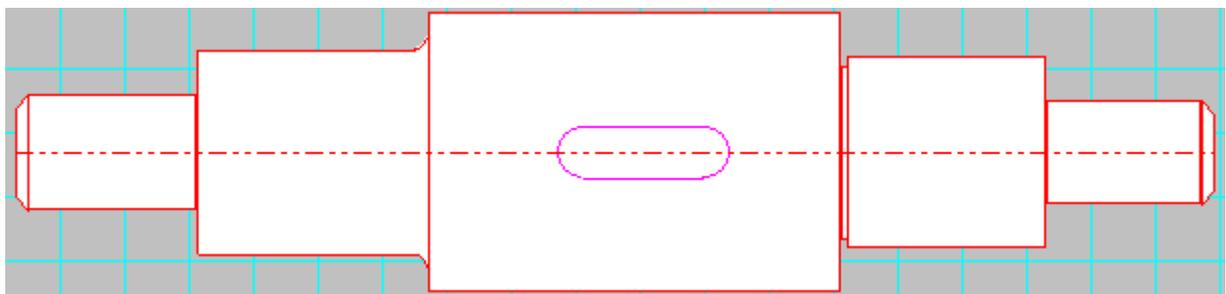

Рисунок 2.20 Результат удаления шпонок
**Задание 10.** Удалите шпонки по образцу (рисунок 2.20)